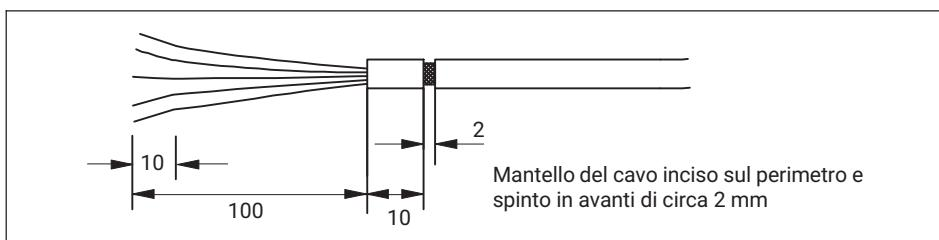

Fig. 7.2 Mantello del cavo inciso
1. Tagliare il mantello del cavo *Fig. 7.2* per accedere allo schermo del cavo.